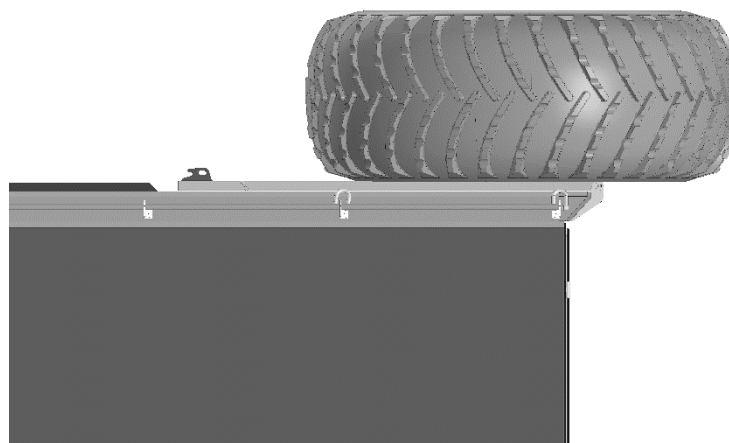

Рисунок 105 – Колесо на крыше.
- в) сдвинуть колесо не более чем на одну треть его диаметра за габариты кузова, чтобы можно было продеть трос между колесом и штангой. (рисунок 105);